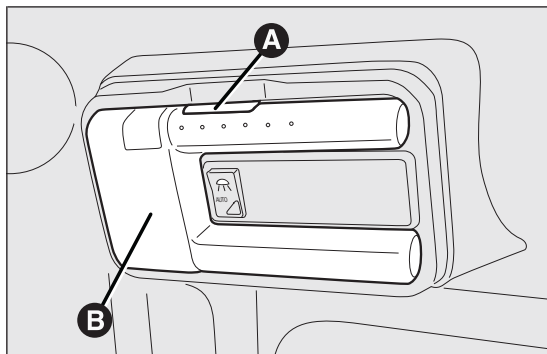

fig. 171
- premere il pulsante A fig. 171 ed estrarre la plafoniera asportabile B;